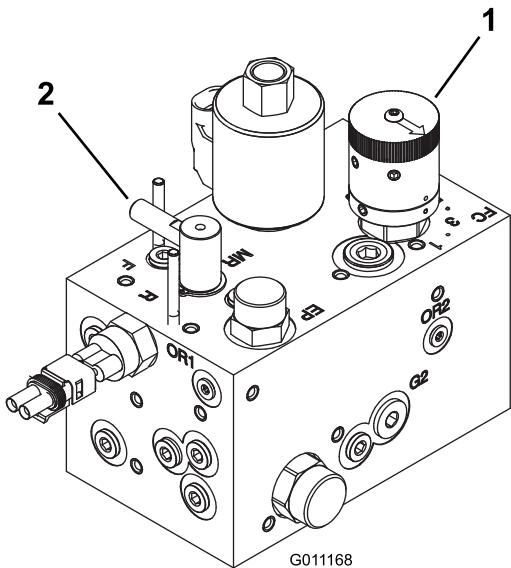

Bild 41
2. Drehen Sie das Spindeldrehzahlhandrad (Bild 41) auf die Zahl, die Sie in Schritt1 ermittelt haben.